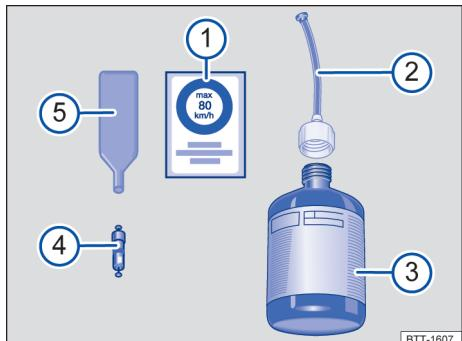

Fig. 252 Representação esquemática: componentes do kit de reparo dos pneus.
O kit de reparo dos pneus é composto pelos seguintes componentes → Fig. 252:
- ① Conector do cabo 12 V.
- ② Interruptor LIGA-DESLIGA.
- ③ Indicação da pressão dos pneus.
- ④ Parafuso de sangria de ar.
- ⑤ Mangueira de enchimento dos pneus.
- ⑥ Compressor de ar.
A chave para remoção do elemento da válvula → Fig. 252 ⑤ possui uma fenda na extremidade inferior, na qual se ajusta o elemento da válvula. Somente assim é possível remover e reinstalar o ele-
- Com a chave para remoção do elemento da válvula → Fig. 252 ⑤, desenroscar o elemento da válvula da válvula do pneu e colocá-lo sobre uma superfície limpa.
- Agitar a garrafa para enchimento dos pneus → Fig. 252 ③ algumas vezes com força.
- Rosquear a mangueira de enchimento → Fig. 252 ② com firmeza no sentido horário sobre a garrafa para enchimento dos pneus. A película na tampa é perfurada automaticamente.
- Remover o bujão da mangueira de enchimento → Fig. 252 ② e introduzir totalmente a extremidade aberta na válvula do pneu.
- Rosquear novamente o elemento da válvula com a chave para remoção do elemento da válvula → Fig. 252 ⑤ na válvula do pneu.